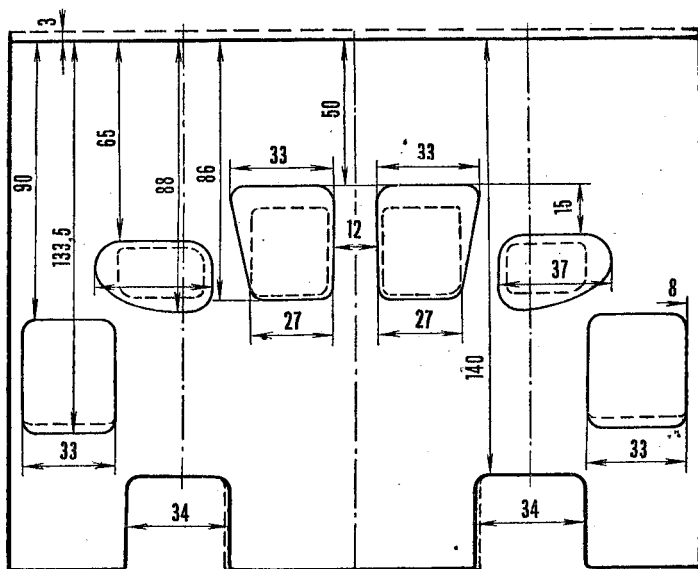

Рис. 103. Развертка цилиндра форсированного двигателя ИЖ-11К. Пунктиром показаны контуры до переделки
- снять цилиндр двигателя, отсоединить впускной патрубок и заглушки продувочных окон, распилить окна вверх и вниз до предлагаемых размеров (рис. 103).